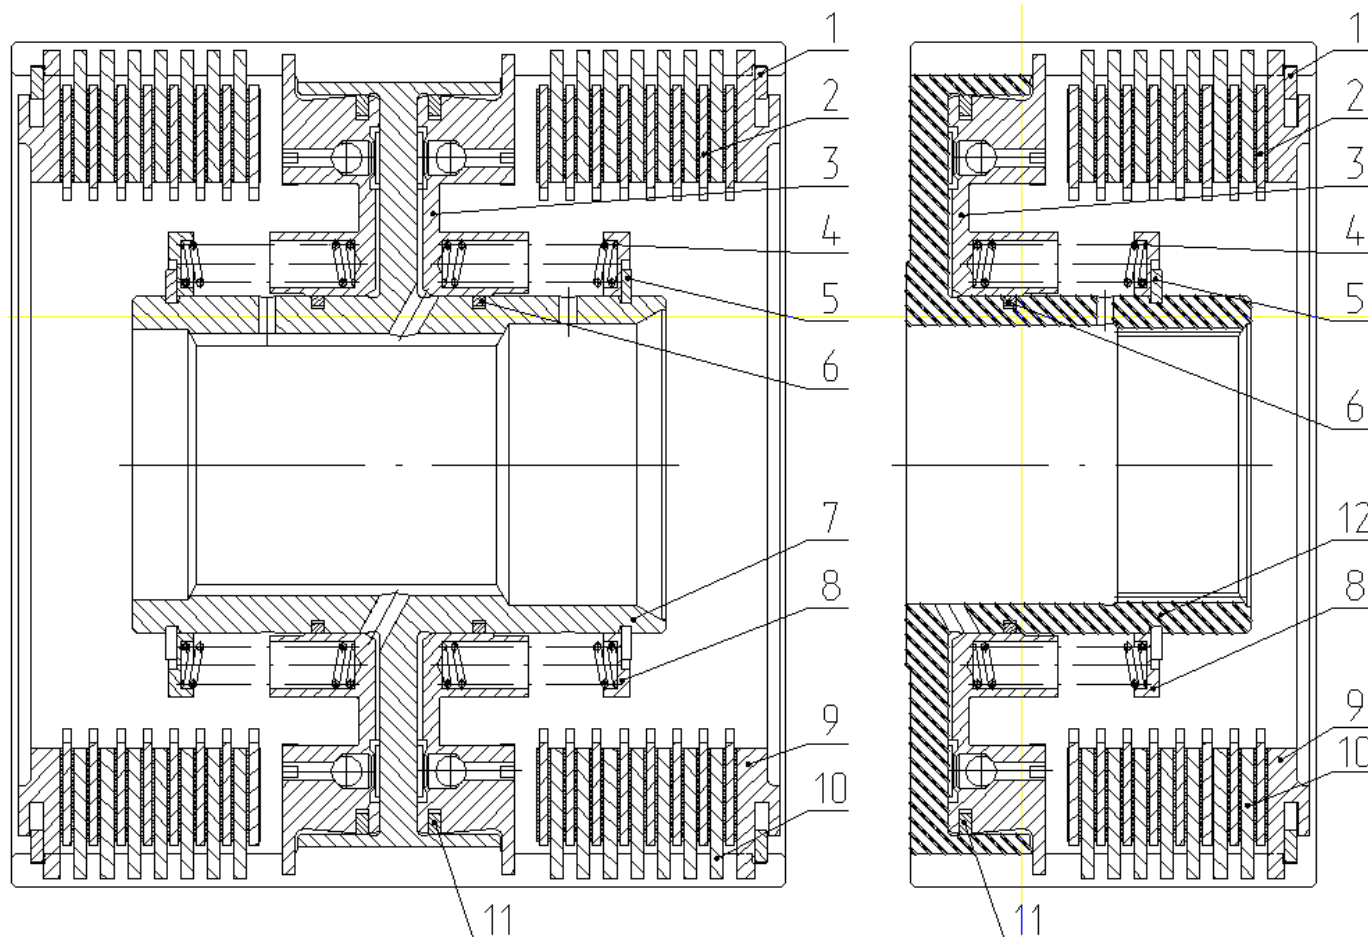

Рис.4.30 Фрикционные муфты.
- 1) извлеките стопорное кольцо (1), (рисунок 4.30), из канавки барабана (12) и снимите опорный диск (9);
- 2) выньте из барабана (12), (рисунок 4.30), металлокерамические диски (2) и стальные диски (10);
- 3) установите барабан (12), (рисунок 4.30), на опорную поверхность, как показано на (рисунке 4.31). Установите полуоправку «К» на опорную шайбу (8).
С помощью пресса или стяжного болта сожмите пружины (4), (рисунок 4.30), приложив усилие, достаточное для того, чтобы освободить и демонтировать стопорное кольцо (5);
ВНИМАНИЕ: Кольца (1), (рисунок 4.30), установите в канавки барабана (12) или (7) таким образом, чтобы их концы находились в теле барабана, как показано на (рисунке 4.32).